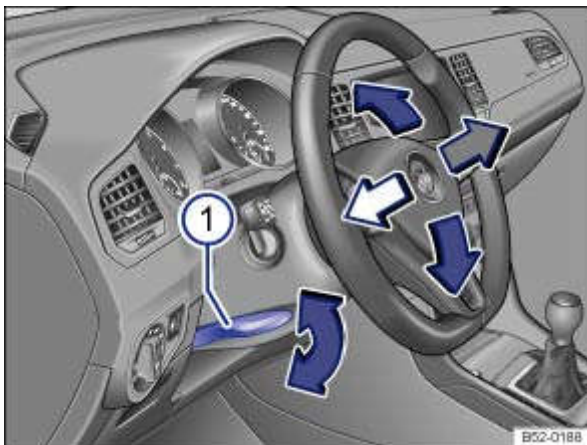

Fig. 56 Sous le volant de direction, dans le revêtement de la colonne de direction : levier de réglage mécanique de la position du volant de direction
- Faites pivoter le levier → Fig. 56 ① vers le bas.
- Bloquez le levier → Fig. 56 ① en le faisant pivoter vers le haut après le réglage afin que le volant de direction ne change pas de position de manière inopinée pendant la marche du véhicule.